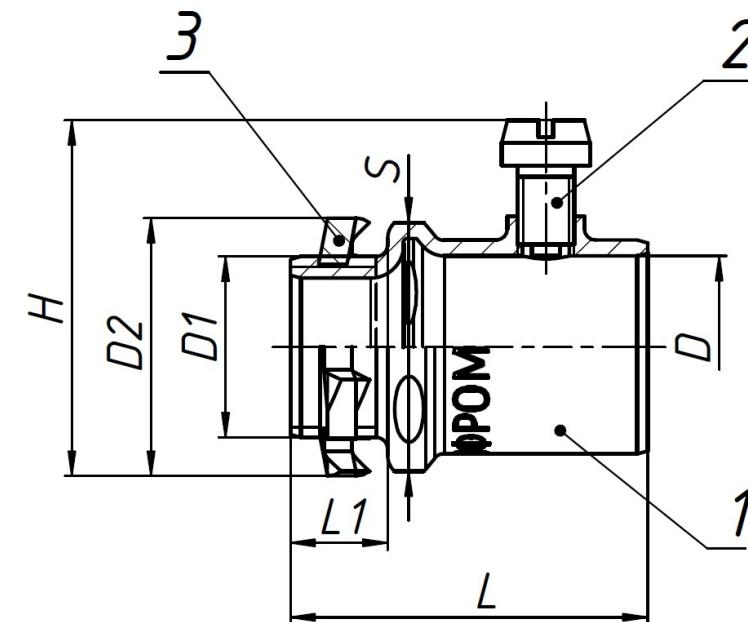

Рисунок 1 - Муфта вводная IP40 ГОФРОМАТИК
Муфта вводная IP40 ГОФРОМАТИК состоит из: корпуса (1), винта установочного (2) (два винта установочных- для диаметра 0=40 мм и более) и гайки установочной заземляющей (3) (см. рисунок 1).